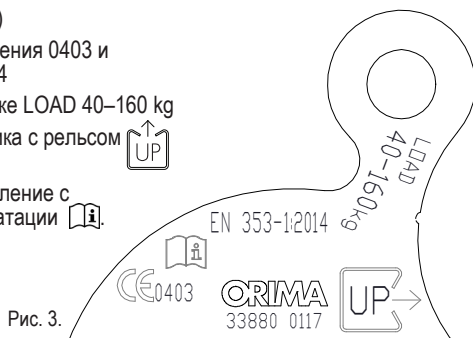

Рис. 3.
- Обозначения на роликах для вертикального рельса различимы для прочтения (рис. 3)